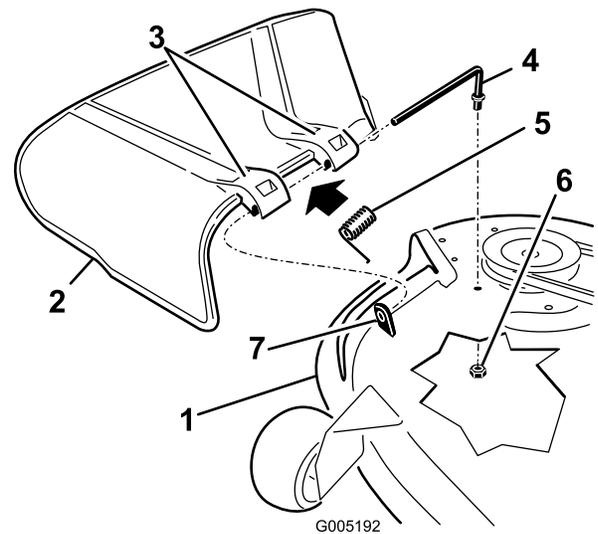

Figure 63
- Repérez les éléments illustrés (Figure 63).
- Retirez l'écrou (3/8") de la tige, sous le tablier de coupe (Figure 63).
- Sortez la tige de la courte cheville de positionnement, du ressort et du déflecteur d'herbe (Figure 63). Enlevez le déflecteur s'il est endommagé ou usé.
- Remettez en place le déflecteur d'herbe (Figure 63).
- Placez le ressort sur la tige, les fils d'extrémité dirigés vers le bas, entre les supports du déflecteur d'herbe. Insérez la tige dans le deuxième support du déflecteur d'herbe (Figure 63).
- Insérez la tige à l'avant du déflecteur dans la courte cheville de positionnement sur le tablier. Fixez l'extrémité arrière de la tige dans le tablier de coupe à l'aide d'un écrou (3/8") (Figure 63).